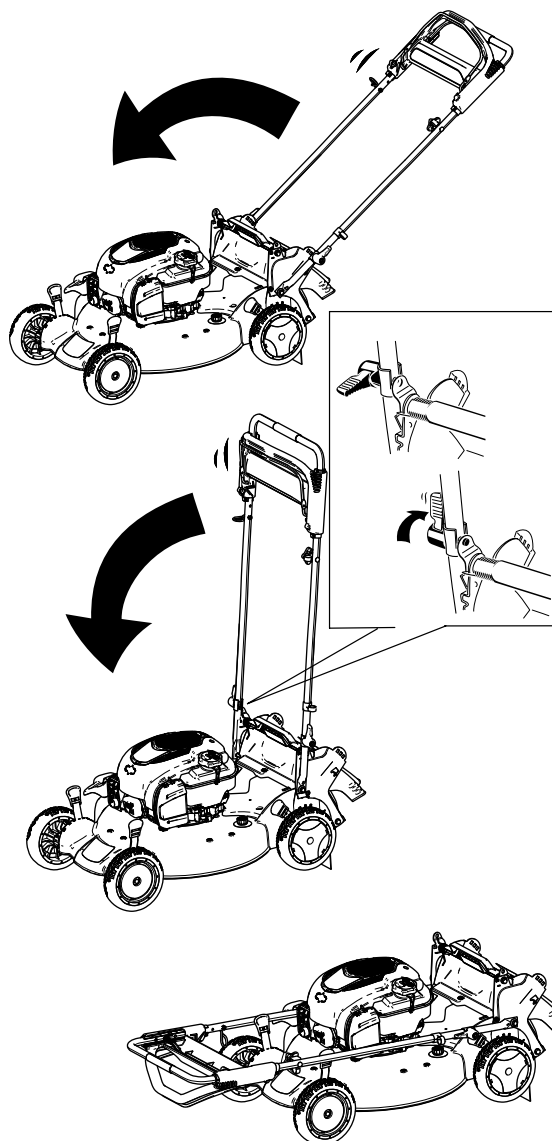

Bild 24
2. Drehen Sie den Holm nach vorne (Bild 24).